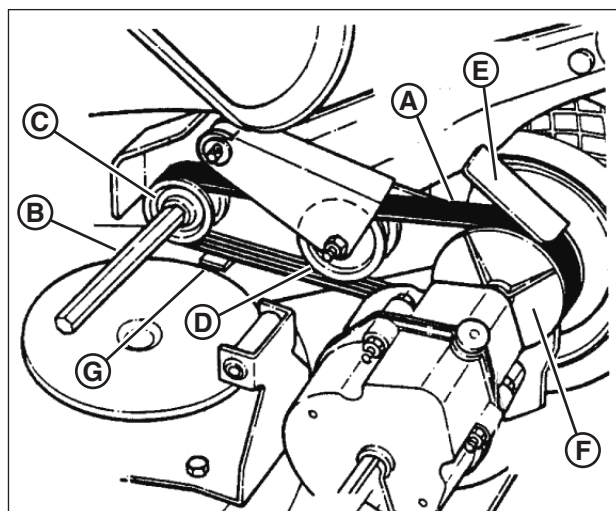

Figure 36: Parcours de la courroie en V
3. Placez la courroie en V (**A, Figure 36**) autour de l'arbre hexagonal (**B**) puis sur la poulie d'entraînement (**C**).